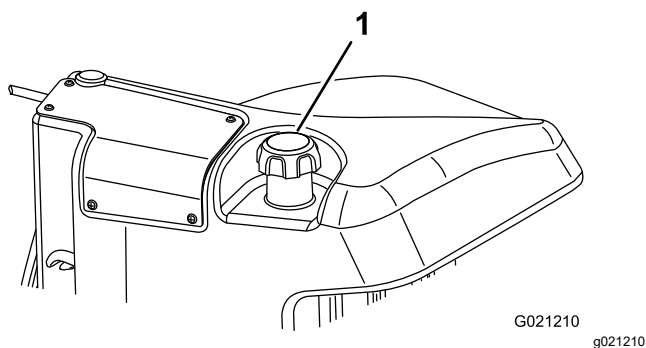

Figura 49
3. Retire el tapón del depósito de combustible (Figura 49).